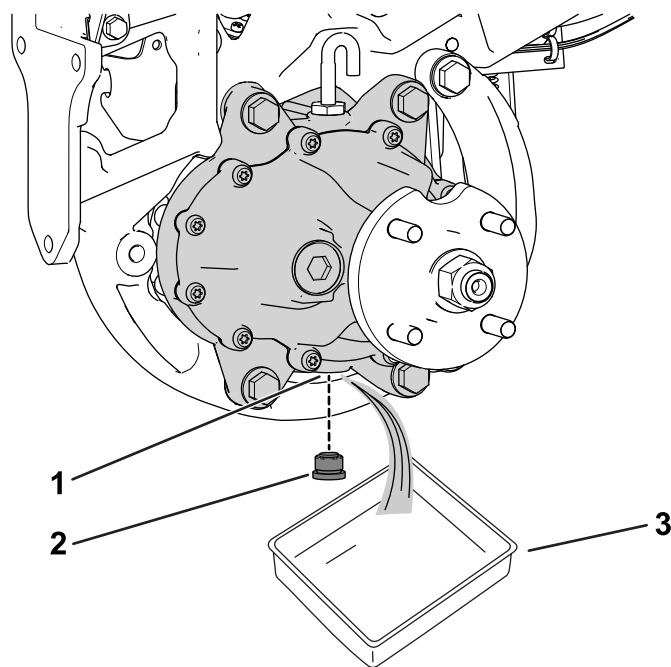

図 66
3. ホイールモータアセンブリ下にオイルを受ける容器を置く **図 66**。
4. ドレンポートからプラグを外す **図 66**。
6. ドレンポートにドレンプラグを取り付ける **図 66**。